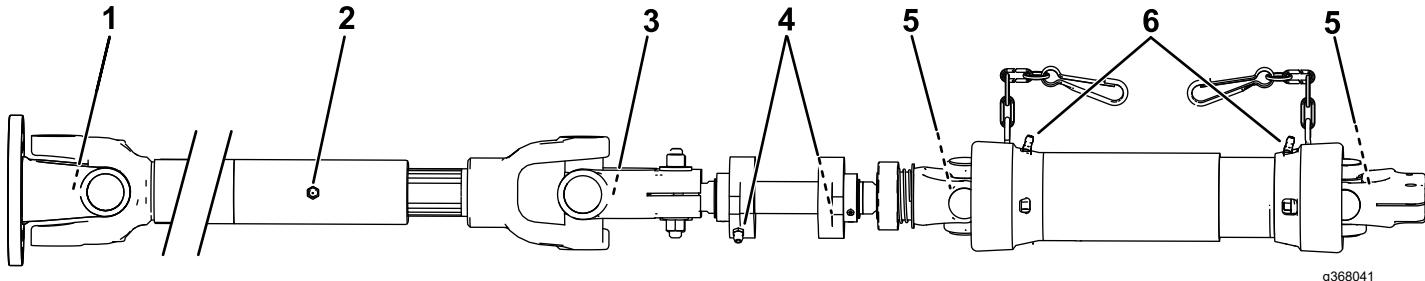

Figura 23
2. Hay 9 puntos de engrase; consulte la pegatina de mantenimiento del kit de montaje o la Figura 23.